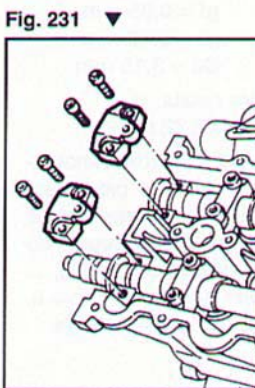

Fig. 231 ▼
- togliere i cappellotti anteriori dei due alberi di distribuzione di ciascuna testa (**Fig. 231**);
- remove the front caps of the two camshafts of each head (**Fig. 231**);